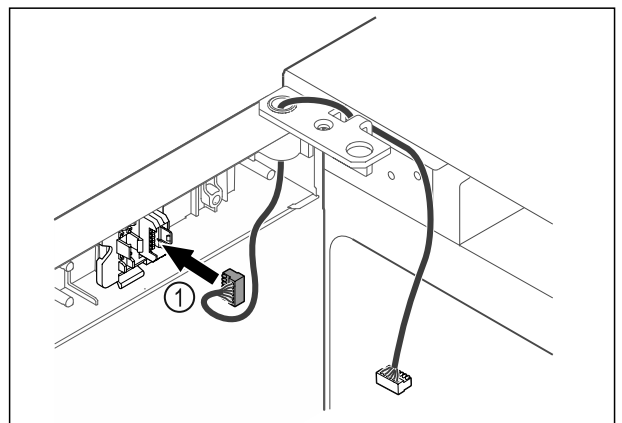

Fig. 43
- ▶ Вставити штекер Fig. 43 (1) в кріплення штекера.